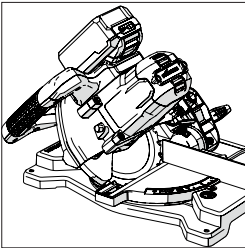

Afb. 18
- Maak de vergrendelingsschroef van de verstekhoek los (Afb. 18) door hem tegen de klok in te draaien.